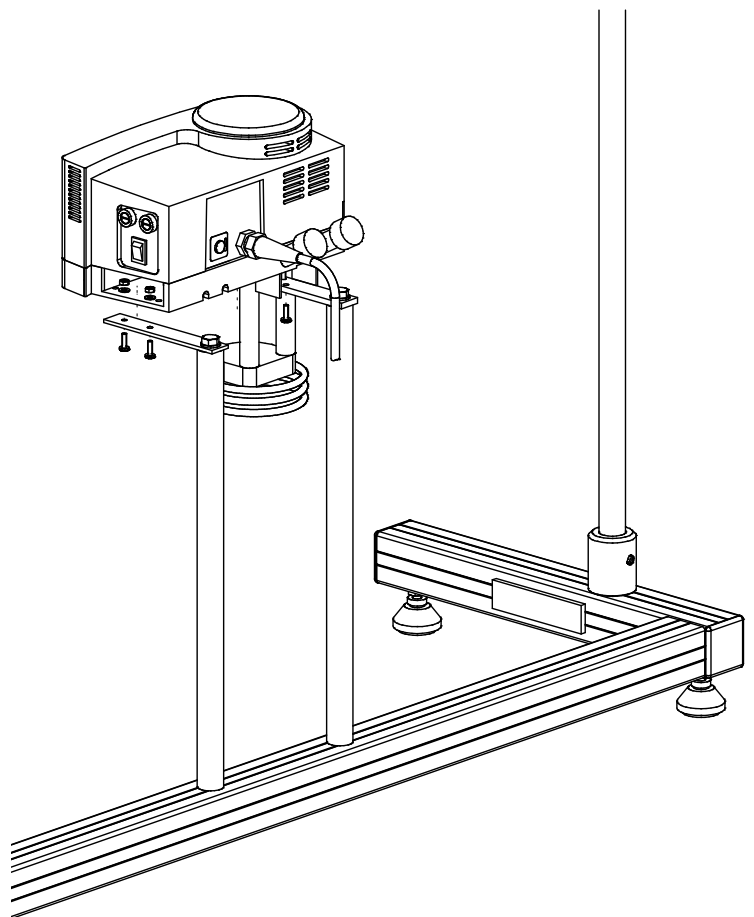

Figuur 3
de twee bouten. Bevestig de twee strips aan het verwarmingselement met thermostaat en roerapparaat (15). Met behulp van de twee inbusbouten wordt het verwarmingselement nu op de twee staanders bevestigd (zie figuur 3: Bevestiging verwarmingselement).